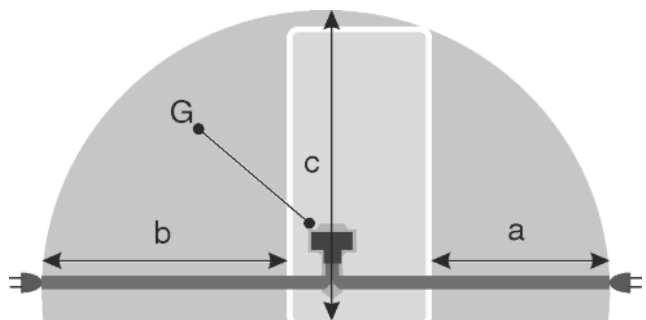

Fig. 27
- Розетка находится вне зоны задней стенки в данной зоне. *Fig. 27 (a, b, c)*
- ▶ Штекер устройства *Fig. 27 (G)* подсоединить с задней стороны устройства. Следить за правильной фиксацией.